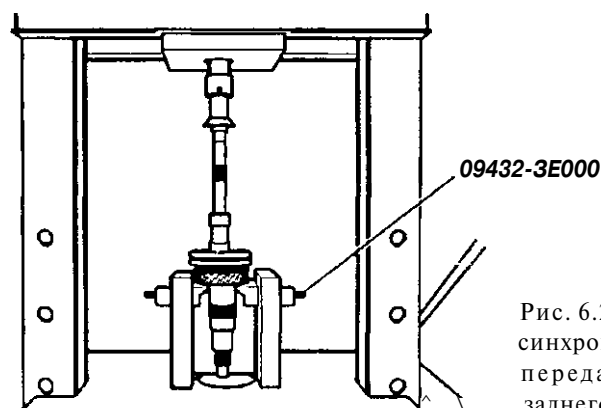

Рис. 6.23. Снятие синхронизатора 5 передачи и заднего хода
9. С помощью приспособления 09432-3E000 (рис. 6.23) снимите муфту 43 (см. рис. 6.16) и ступицу 40 синхронизатора 5 передачи и заднего хода, сняв предварительно стопорное кольцо 44.